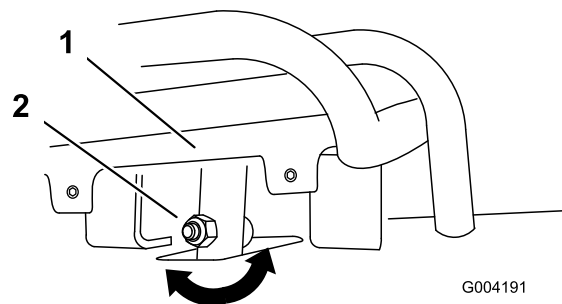
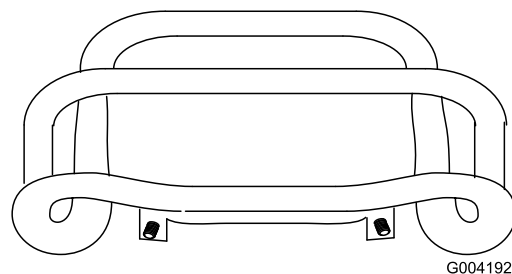

Figure 51
Figure 52
4. Si l'avant de la commande de déplacement n'est pas d'équerre et de niveau avec la barre de référence, desserrez l'écrou et le boulon à embase de la tige de la commande de déplacement (Figure 51).
5. Réglez la commande de déplacement de sorte qu'elle soit de niveau et en appui contre la barre de référence lorsqu'elle est tirée tout droit en arrière (Figure 51 et Figure 52).
- C. Desserrez l'écrou et le boulon à embase dans la tige de la commande de déplacement (Figure 51).
- I. Réglez la commande de déplacement de sorte qu'elle soit de niveau et en appui contre la barre de référence lorsqu'elle est tirée tout droit en arrière (Figure 51 et Figure 52).